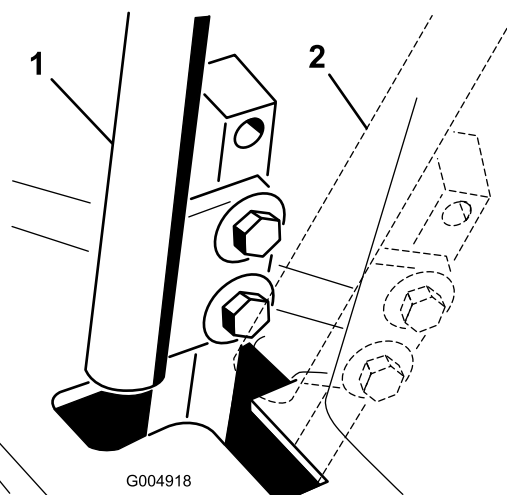

図 60
4. コントロールレバーをニュートラル位置にする (ロック位置にはしない) (図 60)。
6. コントロールレバーと、コンソールのノッチとの位置関係を見る (図 60)。